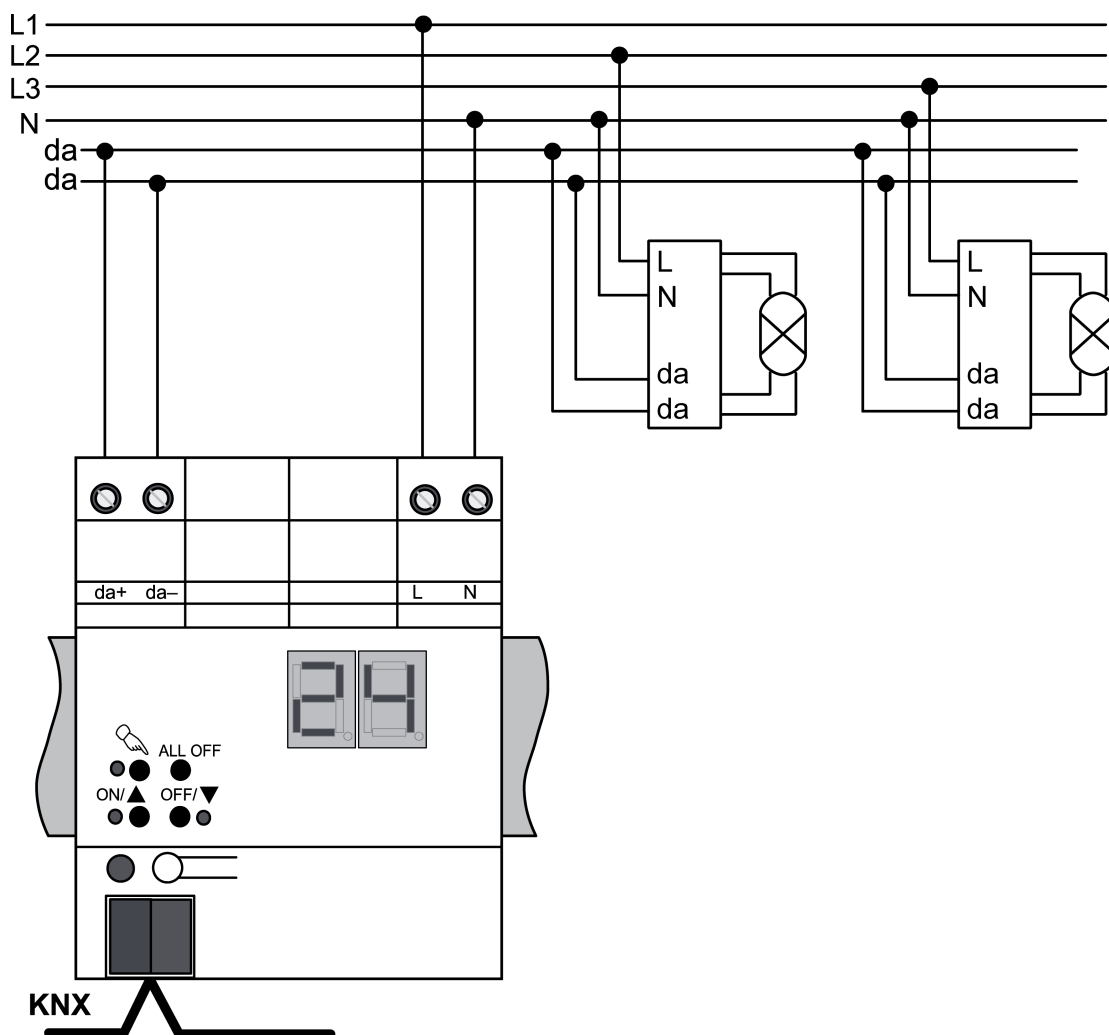

Bild 2
- Anslut enheten enligt anslutningsexemplet (bild 2).